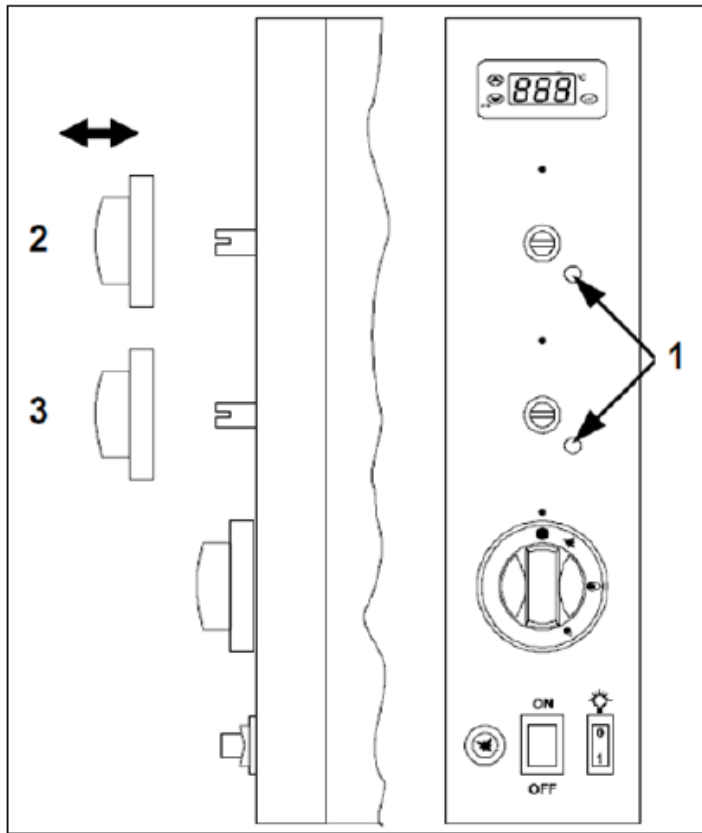

FIG.10
Für den Flüssiggasbetrieb (G30 - G31) ist das Minimum festgelegt und die Schraube (Abb. 10-Bez. 1) festgezogen, für die Verwendung anderer Gasarten erfolgt die Minimaleinstellung wie folgt:
- Den jeweiligen Brennerknopf auf dem Bedienfeld (Abb. 10-Bez. 2/3) manuell abziehen;
- Die Schraube (Abb. 10-Bez. 1) 2 oder 3 Mal gegen den Uhrzeigersinn drehen und den Knopf dann wieder festziehen;
- Den Knopf wieder abziehen und die Schraube (Abb. 10-Bez. 1) festziehen, bis die brennende Flamme sichtbar akzeptabel ist;